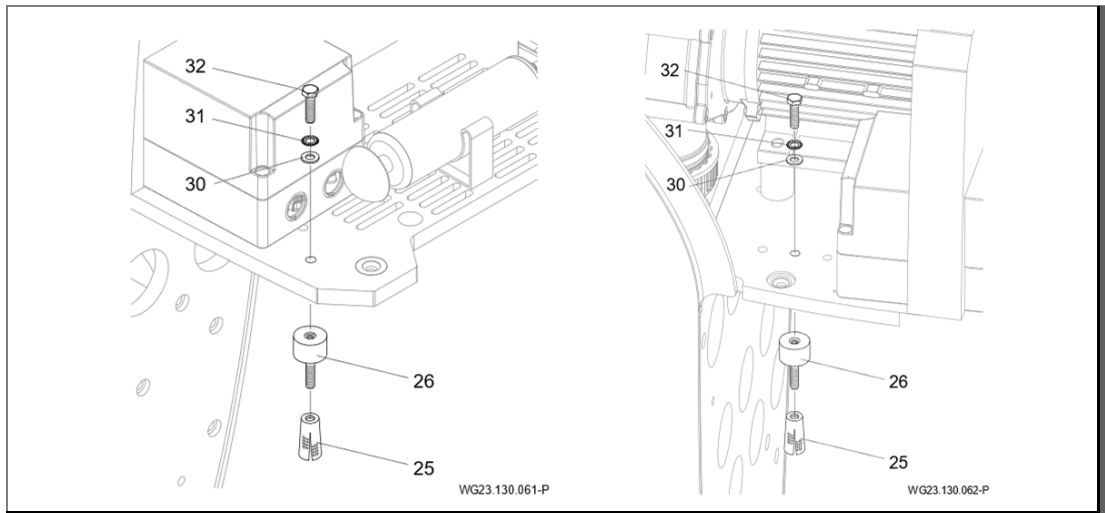

Fig. 6
- Introduire les chevilles à expansion en laiton (25) visser les coussinets anti oscillation (26). "Fig. 6", page 21 et .
- Placer l'installation sur les coussinets en caoutchouc et fixer à l'aide des vis hexagonales (32) avec les rondelles dentelées (31) les rondelles (30). "Fig. 6", page 21 et .